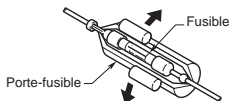

Figure 9
4. Si le fusible saute, vérifier si le câblage est correct. Si le fusible est grillé, le remplacer par un fusible neuf de même ampérage que le fusible d'origine. (Figure 9)